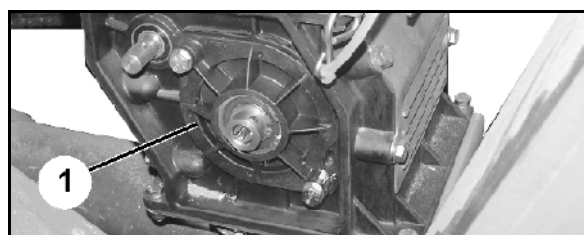

Рис. 108
7. Закройте крышку корпуса (Рис. 108/1).